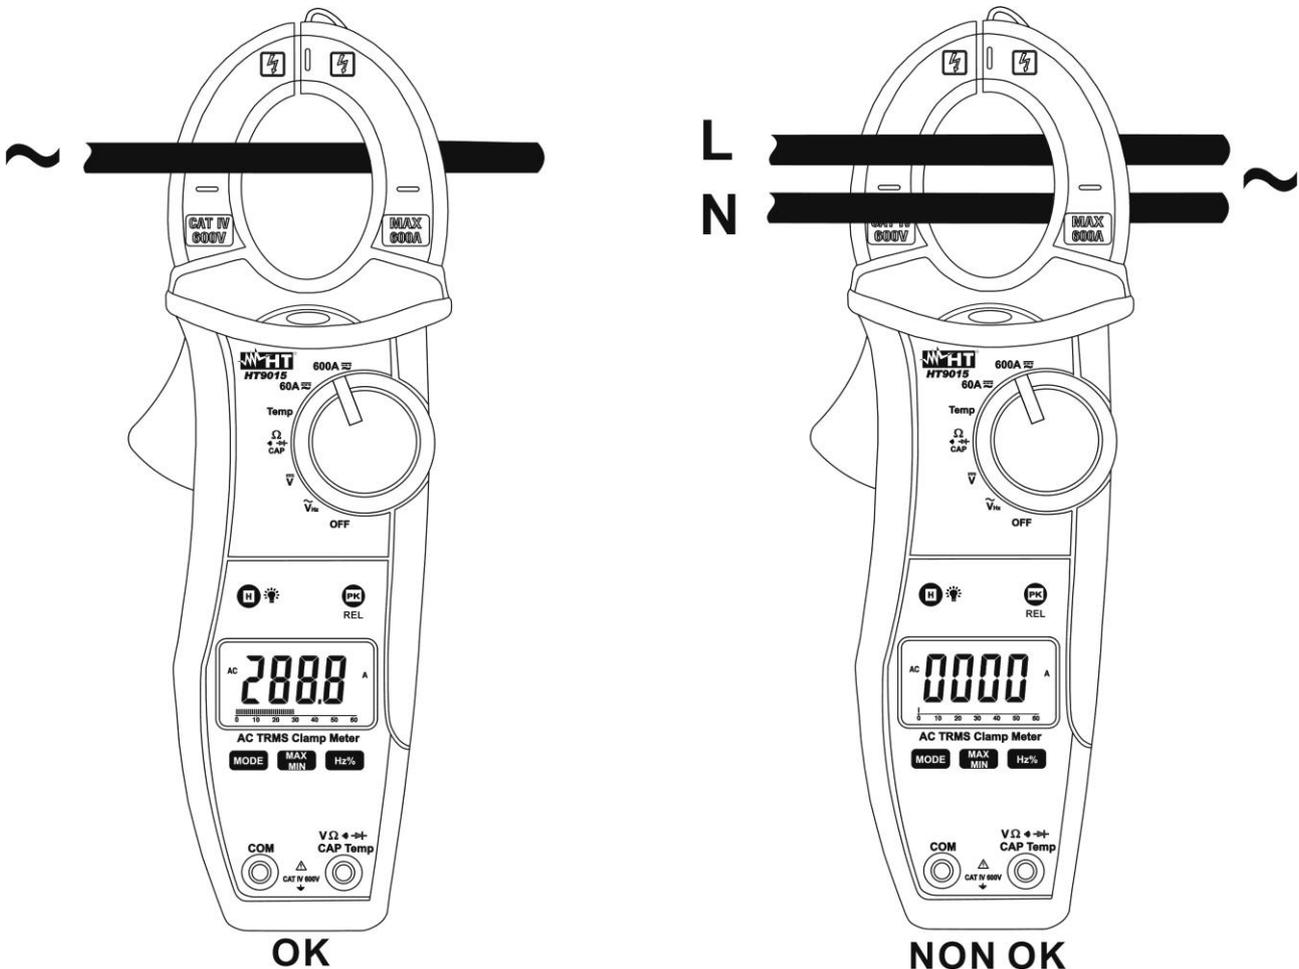

Fig. 10: Uso da pinça para medições de correntes CA
3. Inserir o cabo vermelho no terminal de entrada $V\Omega \cdot \sim \rightarrow +CAPHz\%Temp$ e o cabo preto no terminal de entrada **COM** (Fig. 10 – parte esquerda) para a medição de frequências com ponteiros. Inserir a pinça no condutor (Fig. 10 – parte direita) para a medição de frequências com toroide. O valor da frequência (Hz) ou do *Ciclo de Trabalho* (%) é mostrado no display. Na medição de frequência e *Ciclo de Trabalho* a barra gráfica analógica fica desativada